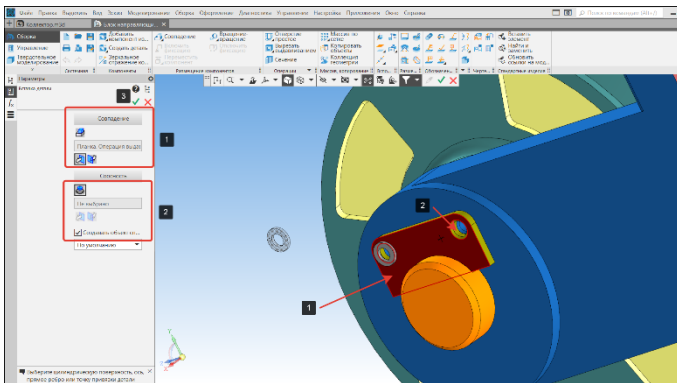

Рисунок 342 – Сопряжение Пластина-Шайба
- В окне Параметры элемента (1) зададим геометрические характеристики шайбы;
- Для сопряжения Шайба-Планка укажем плоскость сопряжения совпадения (плоскость планки) (1) и соосность (отверстие планки) (2) (Рисунок 342). Выполним сопряжение для всех соединений с винтом;